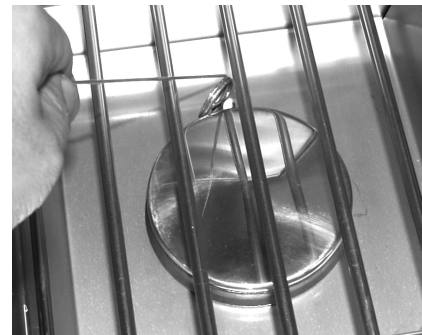

Fig. 36-2 - Éclairage manuel
2. Insérez un allumeur brûlant de butane de long-baril, une allumette brûlante de long-tige, ou une allumette brûlante tenue par un support de prolongation de fil par la grille à cuire s'ouvrant au brûleur (Fig. 36-2). Tenez la flamme contre le bord du brûleur.
4. Si le brûleur ne se allume pas dans les cinq (5) secondes de tourner le bouton de commande, **appuyez immédiatement sur le bouton et tournez la valve jusqu'à la position OFF**. ATTENDEZ CINQ (5) MINUTES avant de répéter les étapes 2 à 4 des instructions MANUELLES D'ÉCLAIRAGE.